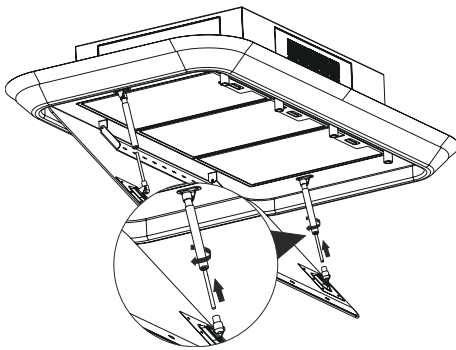

Abb. 17
7. Die Verbindung des Gasdruckdämpfers der seitlichen Absaugungsglas durchführen, indem Sie die Gasdruckdämpfer Pfeilrichtung drehen. (Abb. 17).